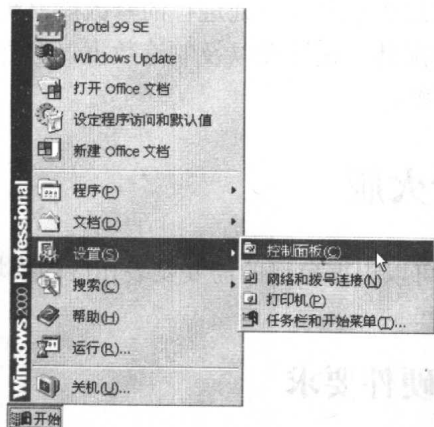
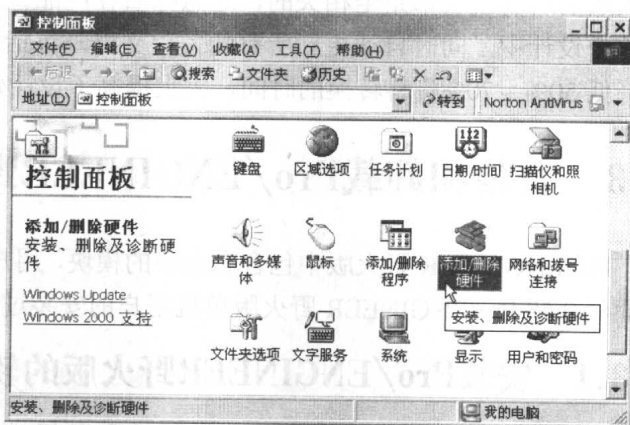

图 1-1 选择【控制面板】
图 1-2 【控制面板】窗口
Step1 如图 1-1 所示, 选择【开始】|【设置】|【控制面板】命令, 打开如图 1-2 所示的【控制面板】窗口。